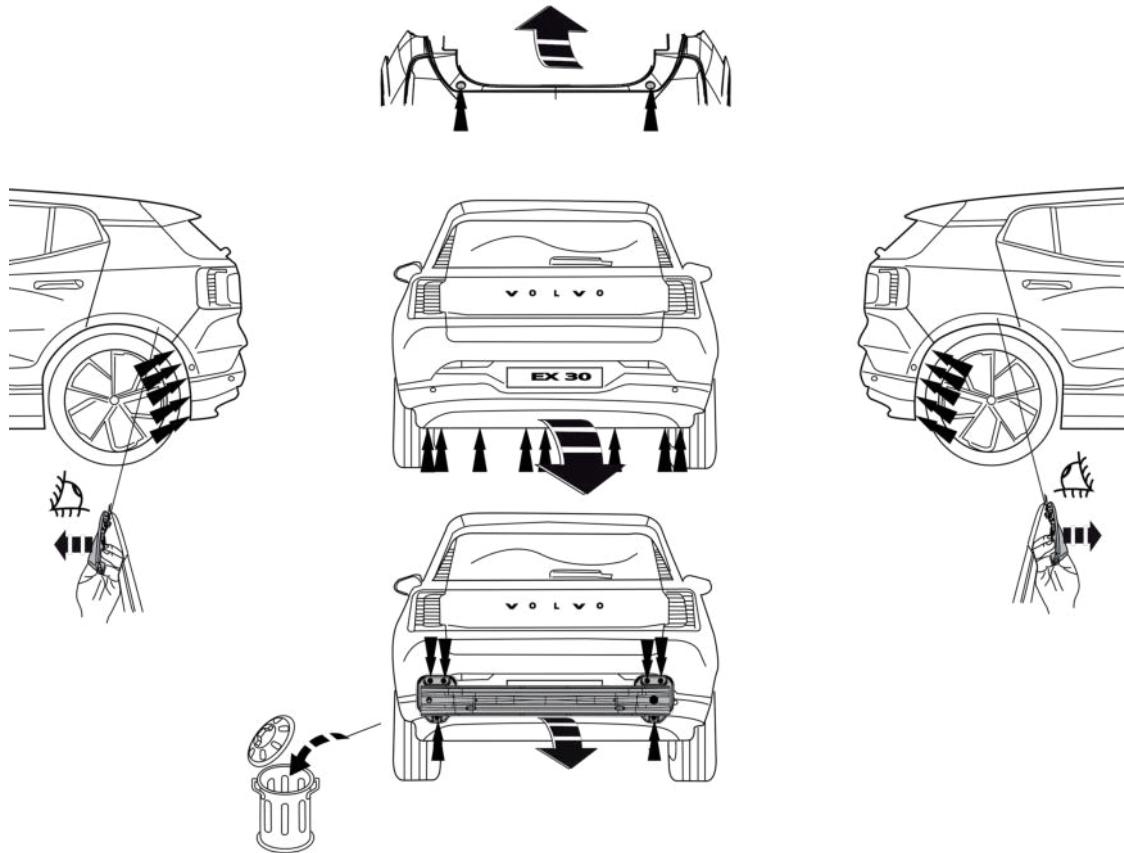

Fig. 1
1. Внимание! При необходимости: Снять оба блока задних фар.пСм. рисунок 1 & 2.
2. Снять бампер вместе, включая кронштейн бампера и буферным бруском автомобиля. Буферный брус больше не понадобится. См. рисунок 1 & 2.